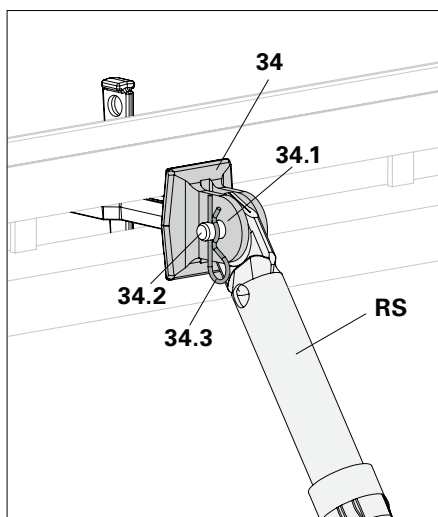

Fig. A8.04
Collegare puntello (RS) e staffe (34.1) con perno (34.2) e inserto a molla (34.3). (Fig. A8.04)